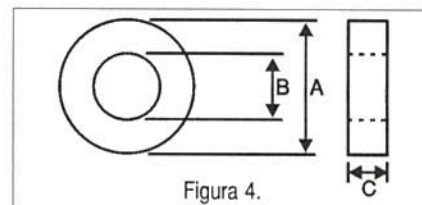

Figura 4.
No nosso projeto vamos escolher o formato tipo T (toróide, figura 4) por dois motivos básicos: a baixa dispersão do fluxo magnético neste tipo de núcleo e o alto fator de indutância do mesmo (AL). Nos núcleos de formato reto, o campo magnético costuma se estender bem para fora do enrolamento, interferindo em componentes ou circuitos adjacentes.